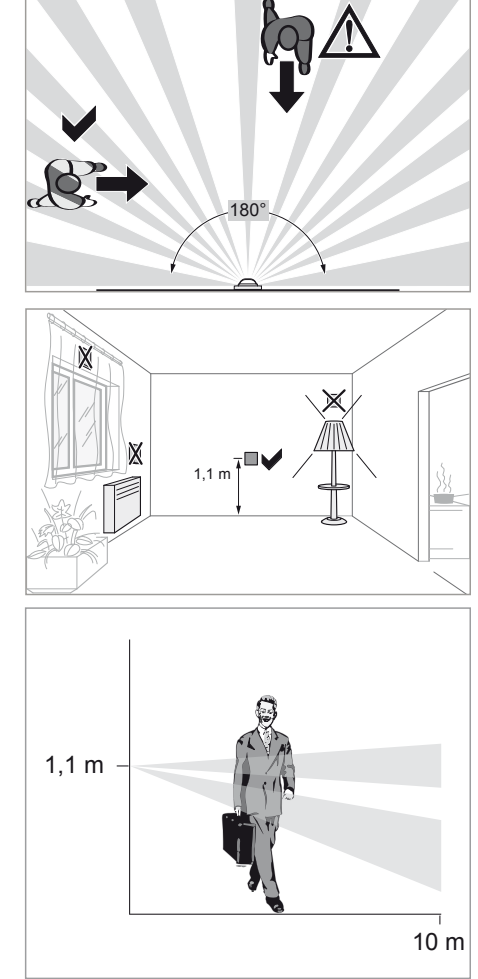

Figura 3: Luogo di montaggio di rilevatori di movi- mento
- Rispettare la direzione di movimento: si distingue tra movimento in avvicinamento e movimento obliquo. I movimenti trasversali rispetto al rilevatore di movimento possono essere meglio rilevati rispetto ai movimenti sul rilevatore di movimento (figura 3).
Evitare sorgenti di disturbo nell'area di rileva- mento. Le sorgenti di disturbo, ad es. corpi cal- di, impianti di aerazione e climatizzazione e mezzi luminosi a raffreddamento possono pro- vocare delle attivazioni indesiderate (figura 3).